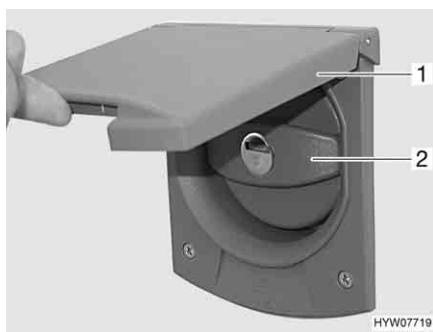

Fig. 155 Coperchio per bocchettone di riempimento dell'acqua potabile
- Alzare in alto lo sportello esterno (Fig. 155,1) (vedi capitolo 6).
- Rimuovere il coperchio (Fig. 155,2) (vedi capitolo 6).